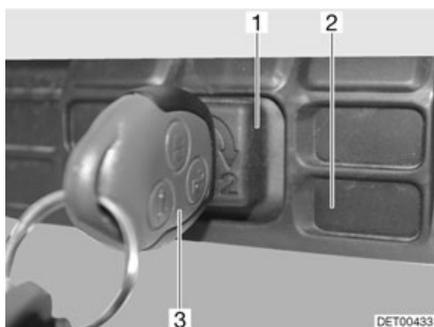

Fig. 27 Desbloqueo del capó del motor Fortero, Van
- Introducir la llave de contacto (Fig. 27,3) en el cilindro de cierre (Fig. 27,1) de la rejilla del radiador (Fig. 27,2).
- Girar hacia atrás la llave de contacto a la posición central (Fig. 27) y extraerla.